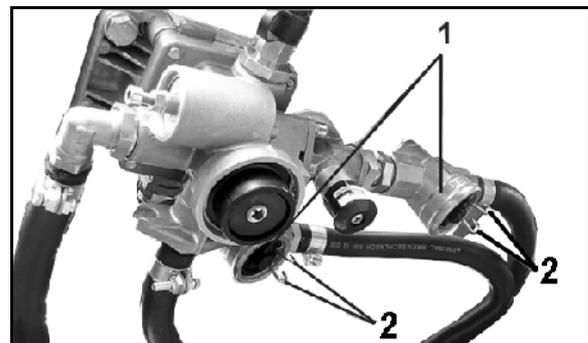

Fig. 83
Zwei LeitungsfILTER (Fig. 83/1) alle 3 Monate (bei erschwerteren Einsatzbedingungen öfter) reinigen. Dazu
1. beide Laschen (Fig. 83/2) zusammendrücken und das Verschluss-Stück mit O-Ring, Druckfeder und Filtereinsatz herausnehmen